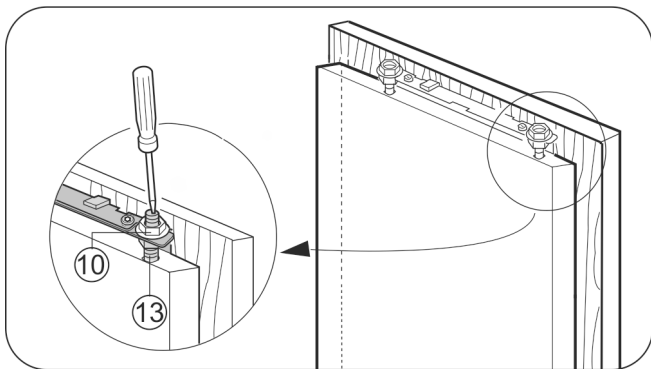

Fig. 22
- ▶ Pojistné matice Fig. 22 (10) dotáhněte šestihranným klíčem 13, přitom přidržíte stavitelné čepy Fig. 22 (13) na protější straně šroubovákem.